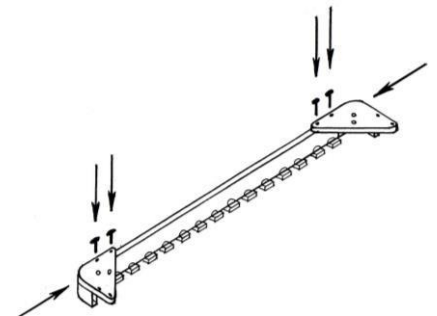

Рисунок 3
3. С помощью 4 саморезов присоедините к боковому продольному бруску два угловых узла, предварительно вставив до упора в гнезда пластиковых уголков концы бокового продольного бруса (рисунок 3).